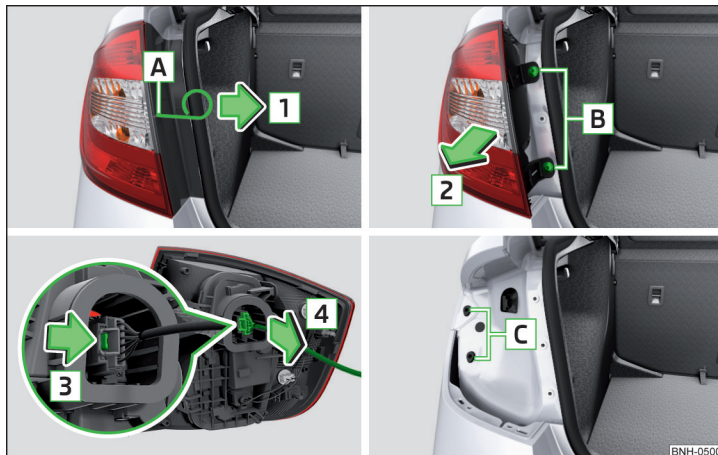
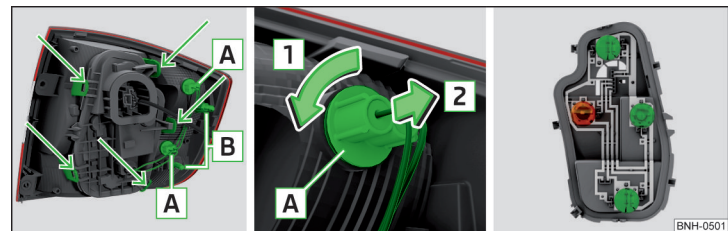

Fig. 179 Demontarea lămpii/scoaterea conectorului
Fig. 180 Partea exterioară a lămpii/partea interioară a lămpii
- ▶ Introduceți cârligul pentru tragerea capacelor integrale de roată în orificiul **A** » fig. 179 » pagina 158, *Trusa de scule*.
- ▶ Introduceți lampa cu ciocurile **B** » fig. 180 la pagina 179 pe suportii **C** » fig. 179 din caroserie.
- ▶ Rotiți soclul becului **A** » fig. 180 în sensul săgeții **1** și scoateți-l din carcasa lămpii în sensul săgeții **2**.
- ▶ Deblocați soclul becului în zonele marcate cu săgeți » fig. 180 și scoateți-l din lampă.